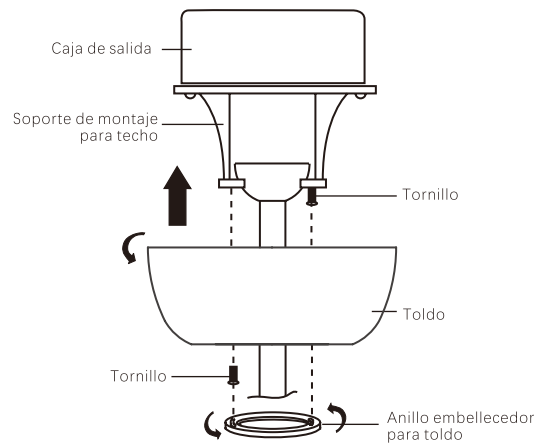

Imagen 14
Paso 2. Deslice el toldo hacia el soporte de montaje y coloque una de las ranuras de agujeros para llave sobre el tornillo de montaje del soporte de montaje. Gire el toldo hasta que la cabeza del tornillo se ajuste en su lugar y la sección angosta del agujero para llave. Vea imagen 14.
NOTA: Ajuste los tornillos del toldo lo que sea necesario hasta que el toldo y el anillo embellecedor para toldo estén colocados sin problemas. (Imagen 14)